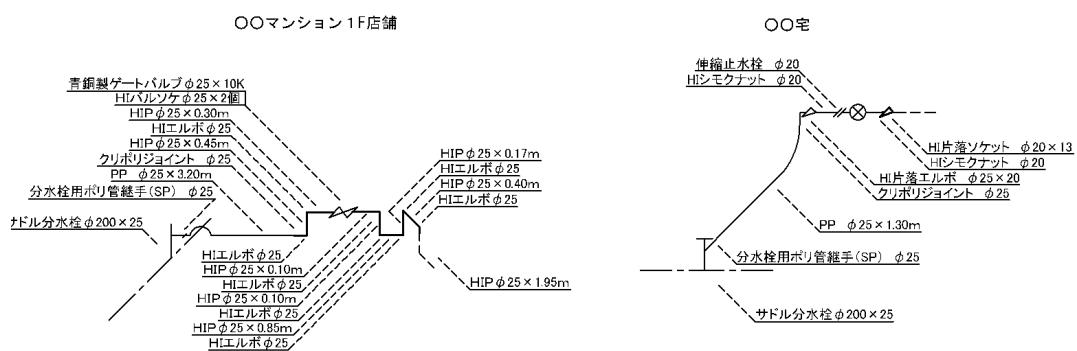

図 7-4 給水管詳細図作図例
5. 給水管の布設替工事を行った箇所については、使用者名を記載し、給水管配管詳細図に記載すること。（図7-4参照）